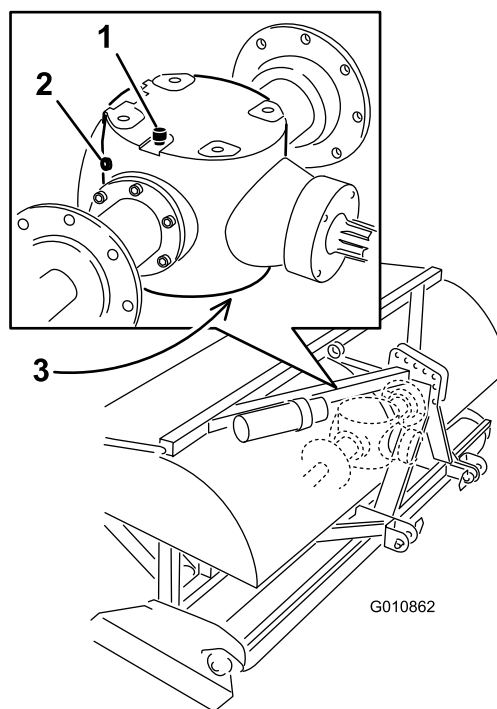

図 46
3. ギアボックスの点検プラグを外す 図 46。
4. 点検プラグの穴のふちまで油量があればよい 図 46。
1. 内部に異物が侵入しないよう、通気/補給プラグおよびドレンプラグの周囲をきれいに拭く【図 46】。